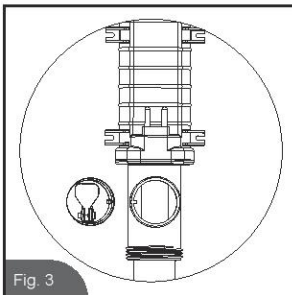

Fig. 3
2. Reinig afval en vuil van het oppervlak van de debietsensor met een tuinslang. (gebruik een plastic borstel indien nodig, maar nooit een metalen borstel) (Zie Fig. 3)